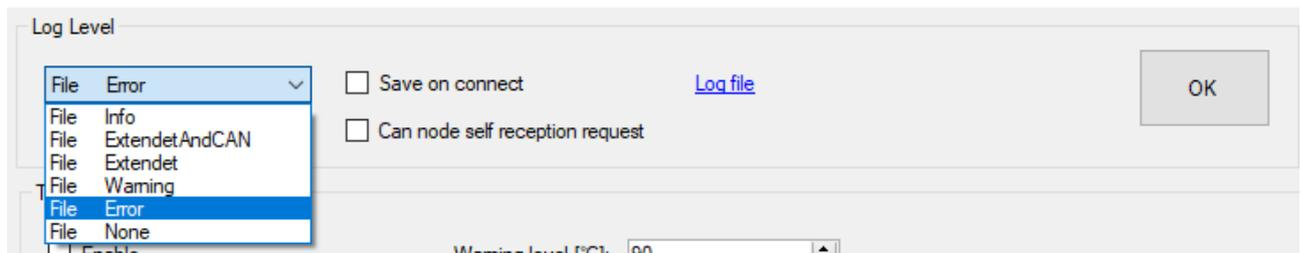

Abbildung 60: Log Level Optionen
- Log Level wählen (Abbildung 60).